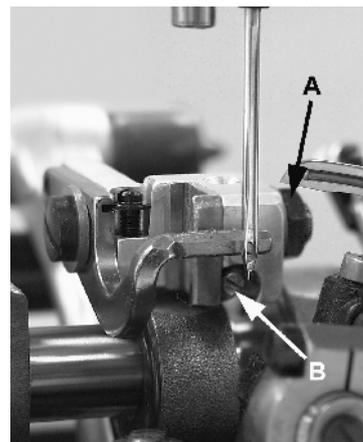

Fig. 11
Parallel adjustment can be made by loosening nut (A, Fig. 11) and turn screw (B) clockwise to lower front of feed dog, counterclockwise acts the reverse. When properly set, retighten nut (A).
Die Paralleleinstellung wird durch lösen der Mutter (A, Fig. 11) und drehen der Schraube (B) im Uhrzeigersinn ausgeführt, um das Vorderteil des Transporteurs zu senken, drehen im Gegenuhrzeigersinn bewirkt das Gegenteil. Wenn die Einstellung korrekt ist, ziehen Sie die Mutter (A) wieder an.